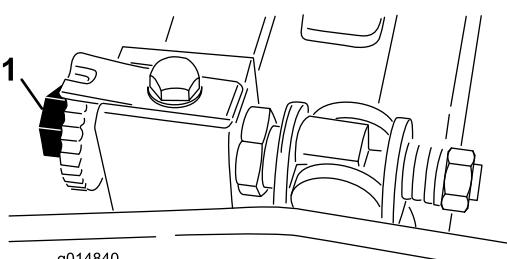

Figura 46
3. Rode o cilindro de forma a que a lâmina cruze a extremidade da lâmina de corte entre a primeira e segunda cabeça dos parafusos do lado direito da unidade de corte (Figura 46).
6. Rode o parafuso de ajuste da barra de apoio direita até sentir uma leve pressão (ou seja, arrastamento) no calço deslizando-o de um lado para o outro (Figura 46).